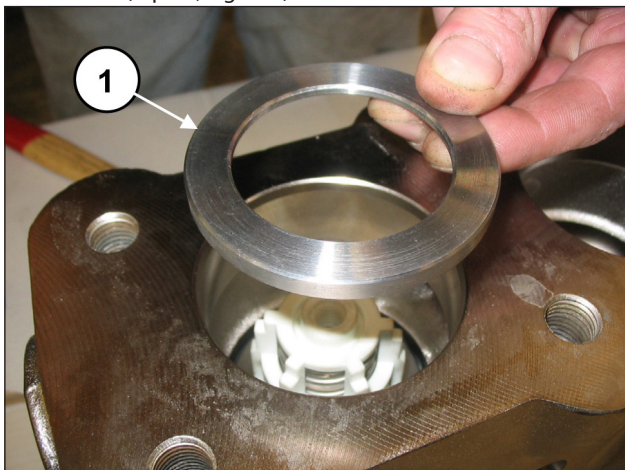
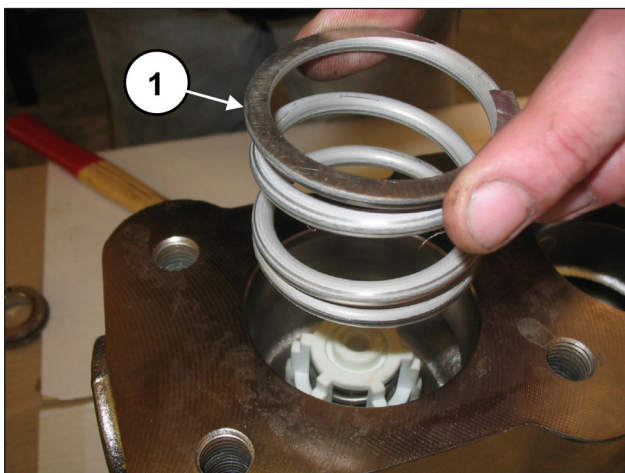

Fig. 123
Fig. 124
Insérer la bague du logement de la soupape (rep. ①, Fig. 123) et le ressort (rep. ①, Fig. 124).